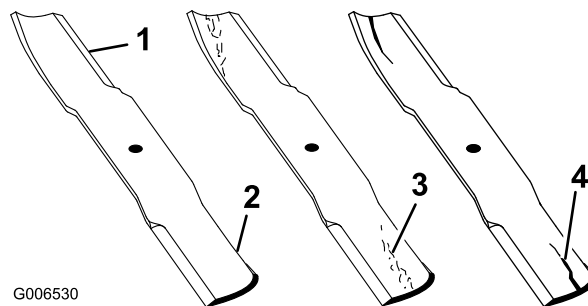

Figura 44
1. Inspeccione los filos de corte (Figura 44).
2. Inspeccione las cuchillas, especialmente la parte curva (Figura 44).
Nota: Si observa daños, desgaste o la formación de una ranura en esta zona (elemento 3 en la Figura 44), instale inmediatamente una cuchilla nueva.